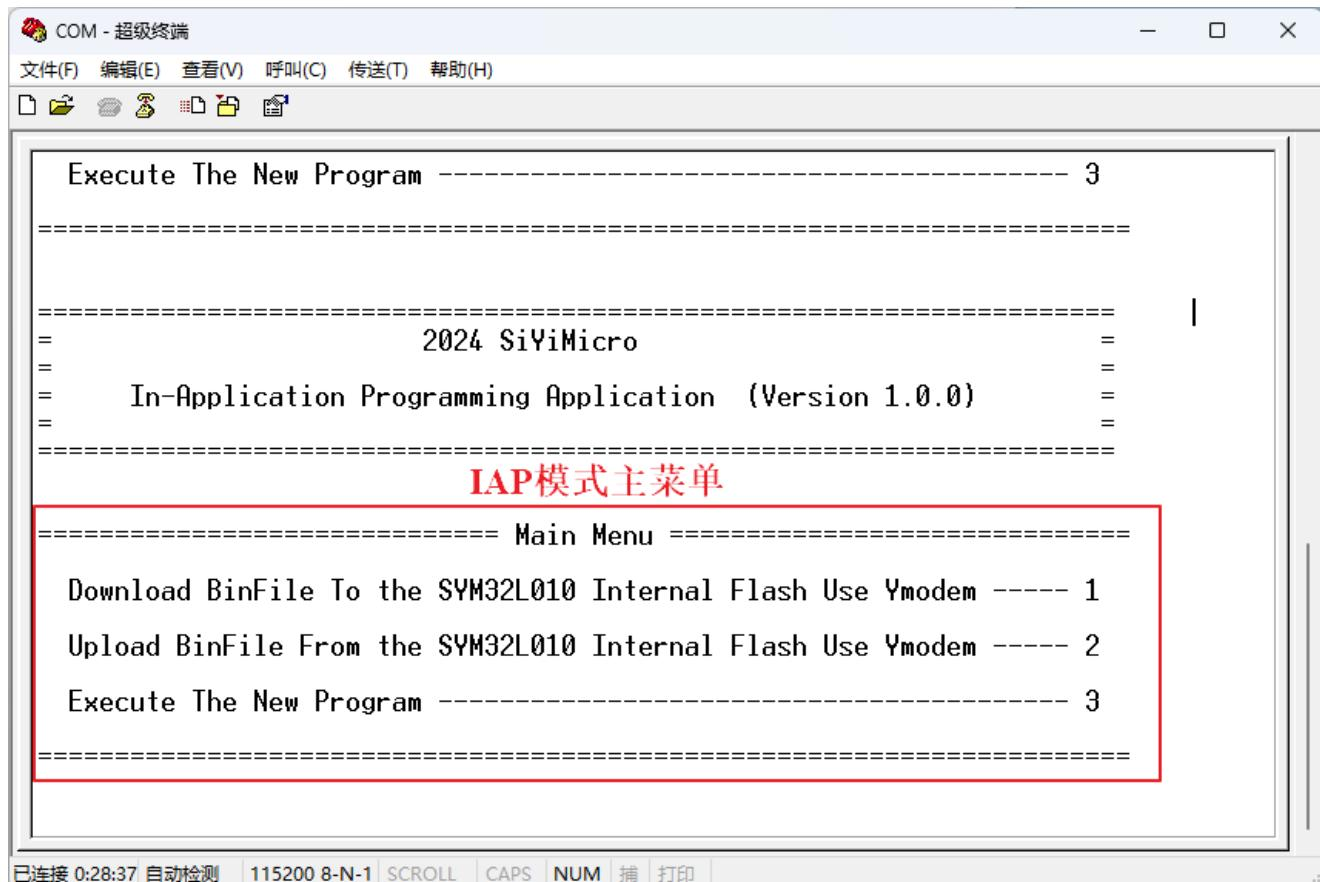

图 6-8 下位机处于 IAP 模式时的提示信息
Step1.保持板载按键按下的状态进行一次复位，然后松开板载按键，使下位机进入 IAP 模式，如图 6-8 所示；
Step1.在保持板载按键按下的状态时进行一次复位，然后松开板载按键，使下位机进入 IAP 模式，如图 6-8 所示；